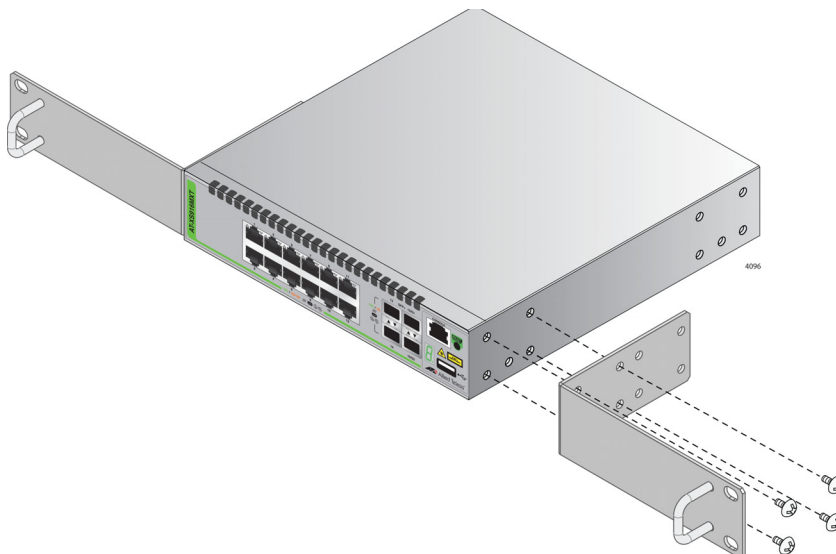

Рисунок 14. Крепление кронштейнов к коммутатору
6. Прикрепите к коммутатору по бокам два кронштейна для монтажа в стойку при помощи восьми винтов для кронштейнов, как это показано на рис. 14.